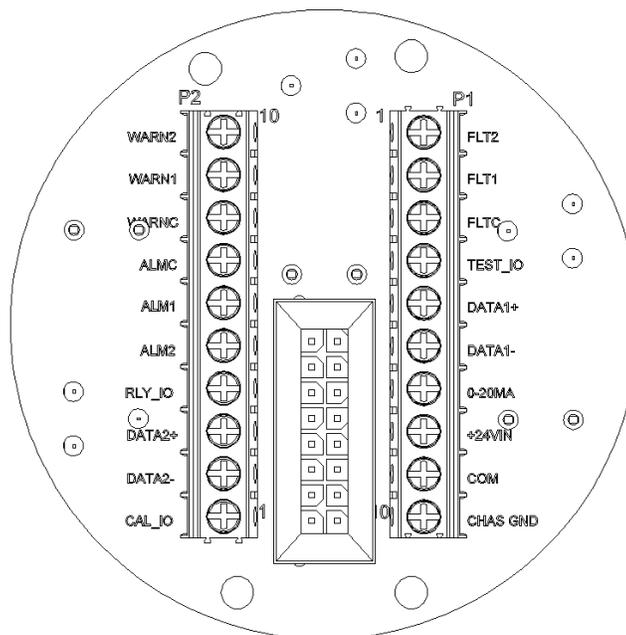

Figure 20 : Raccordement des bornes7
Pour raccorder le câble au bloc de dérivation, glissez le conducteur dans l'interstice de connexion comme indiqué Figure 20 et serrez le bornier à vis correspondant.
Le signal d'ALARME peut être normalement activé ou normalement au repos, verrouillé ou non, et ces options peuvent être définies via Modbus ou un commutateur DIL. Valeurs nominales des contacts de relais ALARM : 8 A à 250 V c.a. et 8 A à 30 V c.c. Reportez-vous Figure 20 pour connaître les réglages des relais.
Reportez-vous à la Figure 20 pour connaître les connexions des relais.
**Reportez-vous à la Figure 20 pour connaître les connexions des relais.**